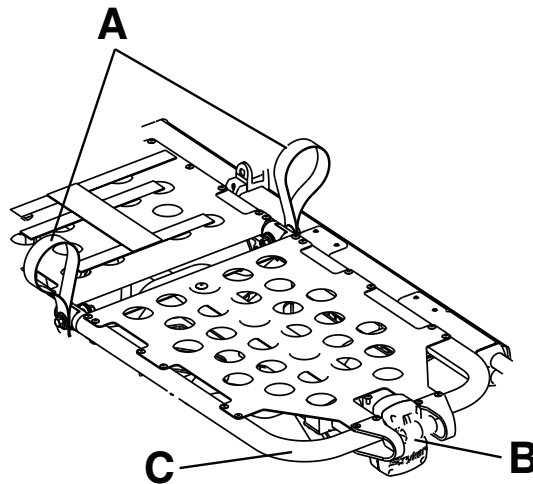

Figura 13 – Alzaginicchia
1. Sollevare una delle due cinghie rosse di sollevamento (A) fino a quando l'alzaginicchia non si trova nella posizione più alta (Figura 13).